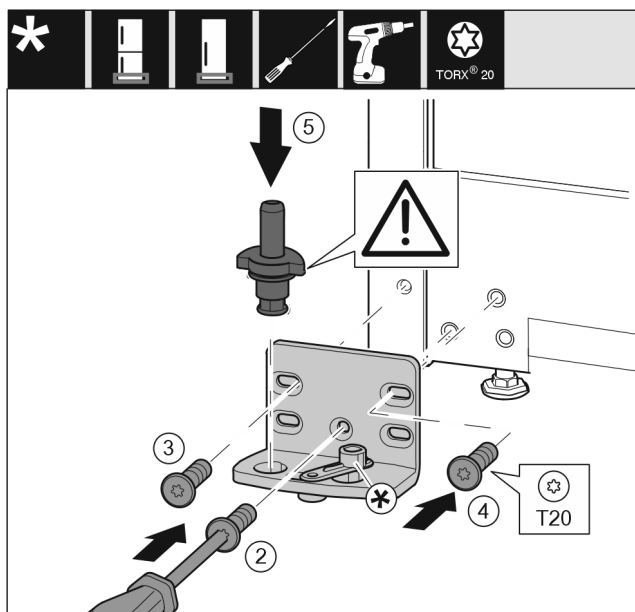

Fig. 16
- ▶ Ležajni podstavek namestite na drugo stran in privijte s pomočjo izvijača T20. Pričnite z vijakom 2 spodaj na sredini. Fig. 16 (2)
- ▶ Privijte vijaka 3 in 4. Fig. 16 (3,4)
- ▶ V celoti vstavite ležajni sornik. Pri tem pazite na to, da je zaskočni zapah obrnjen nazaj. Fig. 16 (5)